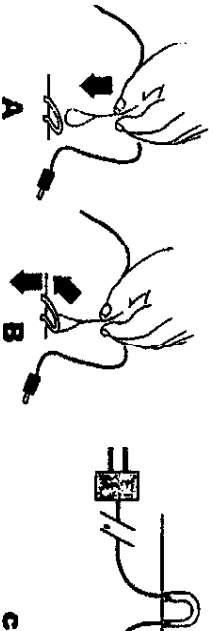

图2
1. 参看图2, 把接收机转过来, 找到电缆线固定扣位置, 从交流直流转换器直流插塞一端约6英寸处, 捏住转换器的电缆线, 形成一个套环(图A), 垂直向下套住固定扣, 卡入其弯弧。